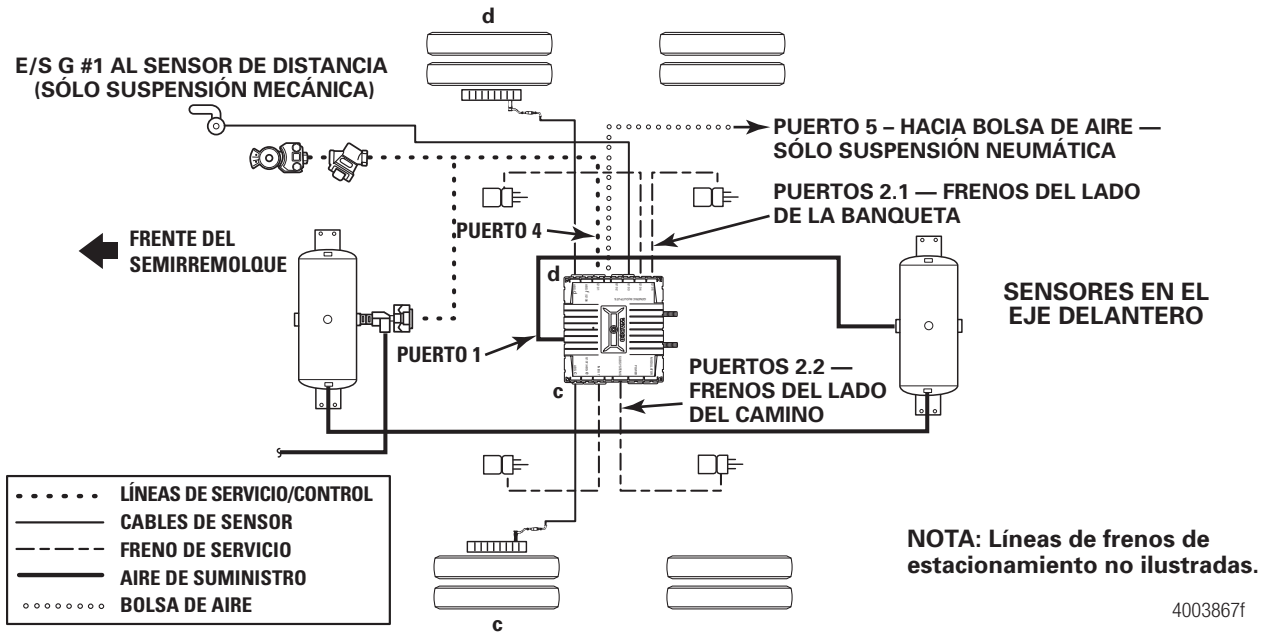

Figura 16
- 2S/2M (Figura 16 y Figura 18)
Los planos de distribución típicos del RSS para semirremolques se ilustran desde la Figura 16 hasta la Figura 23.